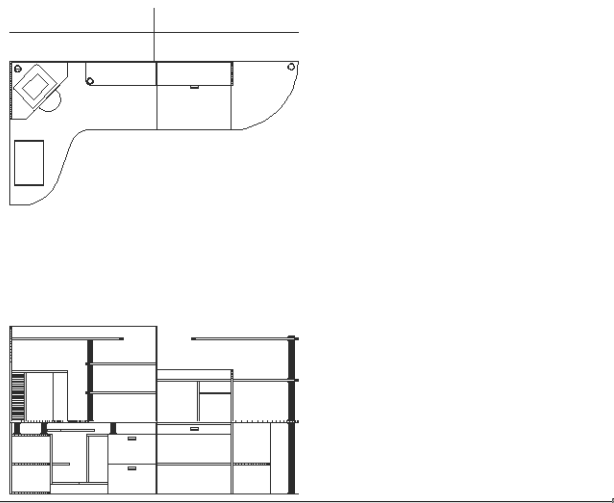

Рис. 10.5 ▼ Вспомогательные линии, предназначенные для обозначения разреза
- Создайте две вспомогательные линии: вертикальную, проведенную из середины верхней горизонтальной линии контура задней стенки, и горизонтальную, полученную путем смещения этой же горизонтальной линии контура задней стенки вверх на 300 мм (рис. 10.5).